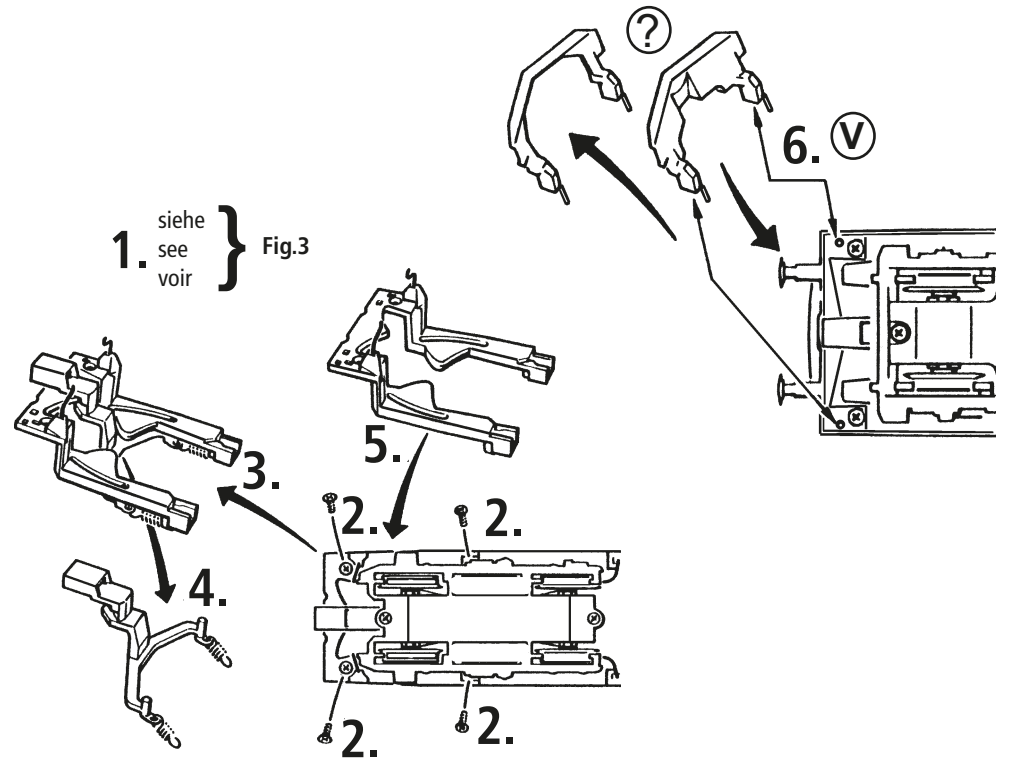

Fig. 3
Mehrzugbetrieb: Zuerst Lokgehäuse abnehmen (Fig. 3). Danach den Brückenstecker aus der Schnittstelle entfernen (diesen sorgsam aufbewahren). Danach den Stecker des Steuerbausteins lagerichtig einsetzen (siehe Fig. 7).
2. Schmierung: Versehen Sie die im Schmierplan in Fig. 9 gekennzeichneten Stellen mit nur **kleinen Öltropfen**. Dazu zuerst das Lokgehäuse abnehmen (Fig. 3). Wir empfehlen den ROCO **Öler Art.-Nr. 10906**. Fürs Schmieren der Getriebeteile (Zahnräder, Schnecke) empfehlen wir das **ROCO-Spezialfett Art.-Nr. 10905**. Im Falle der Schmierung diese Teile **nicht ölen**.
4. Kohlebürstenwechsel: Lokgehäuse abnehmen (Fig. 3). Danach wird der Motor ausgebaut und die Kohlebürsten ausgewechselt (Fig. 10).
2. Lubrication: Apply **tiny oil drops** to spots marked in Fig. 9. Prior to lubrication dismantle locomotive (Fig. 3). We recommend using item no. **10906, ROCO oiler**. For lubrication the gearparts (e.g. cogwheels, worm) we would recommend our ROCO **special grease** (item no. **10905**).
4. Carbon Brush Changing: First remove loco body (Fig. 3), and then the motor (Fig. 10).
2. Graissage: N'appliquez **qu'une toute petite goutte** aux endroits indiqués par le plan de graissage (Fig. 9) après avoir démonté la caisse de la locomotive (Fig. 3). Nous vous recommandons **le graisseur à huile ROCO réf. 10906**. Pour graisser les engrenages (roues dentées, vis sans fin) nous vous conseillons la **graisse spéciale ROCO réf. 10905** pour engrenages en matières synthétiques. Lorsque vous utilisez cette graisse il faut éviter d'huiler ces composants.
4. Remplacement des balais du moteur: Démontez la caisse (voir Fig. 3). Démontez ensuite le moteur et échangez le balais (Fig. 10).
voir } Fig.3